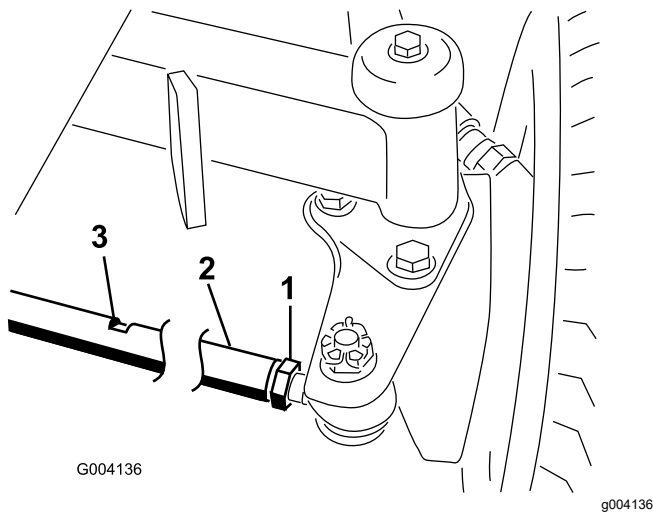

Figura 63
2. Afloje las contratuercas de ambos extremos del tirante (Figura 63).
3. Para girar las ruedas, gire el tirante con la ayuda de una llave en los segmentos planos (Figura 63).
6. Apriete las contratuercas en ambos extremos del tirante (Figura 63).